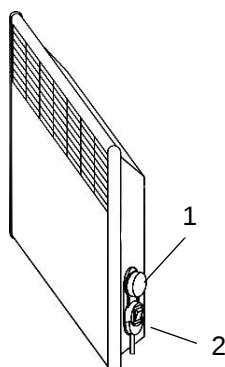

Рис. 5
4.6 Переведіть клавішу вимикача або клавіші ступінчастого регулятора потужності (рис. 5) в положення «0», встановіть ручку термостата в положення «❄» (поєднайте знак «❄» на ручці з міткою на корпусі блоку управління конвектором). Конвектор готовий до роботи.